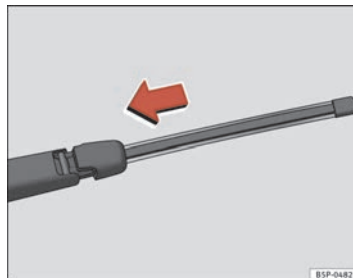

Abb. 184 Heckwischerblatt einsetzen
- Halten Sie das Wischerblatt wie in ⇒ Seite 248, Abb. 184 angezeigt fest und schieben Sie den Adapter so lange, bis er einrastet.